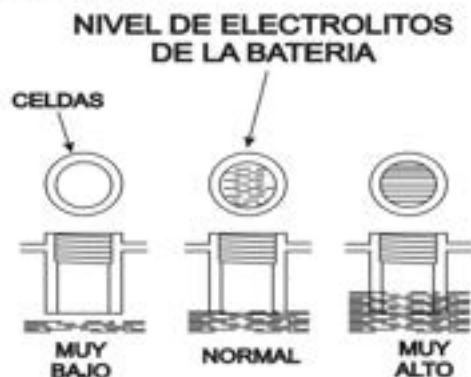

Figura 39. Niveles de electrolitos de la batería
- Revise la batería regularmente y asegúrese que cada nivel de electrolito esté al fondo de las celdas (Figura 39). Si es necesario, agregue solo agua destilada en un área bien ventilada.